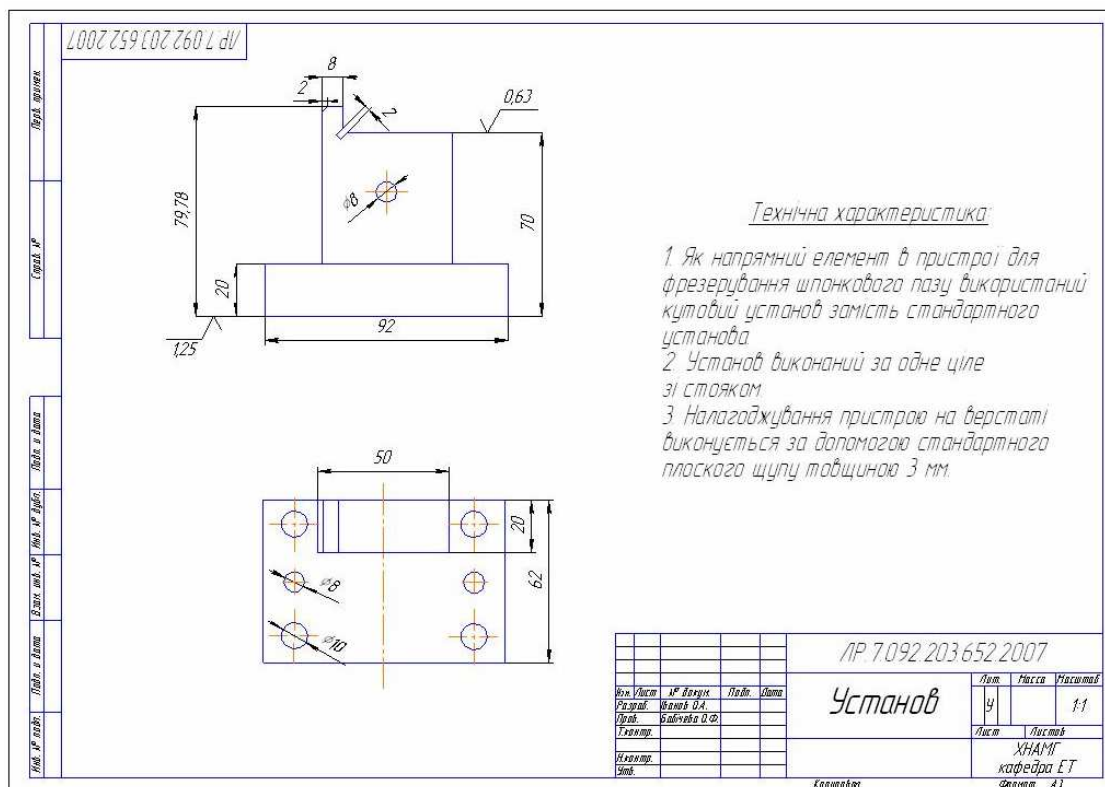

Рис. 37 – Креслення нестандартного виробу - установка
5. *Створення установка пристрою для фрезерування шпонкового пазу на валу за рис. 37.* Заповнити штамп і зберегти файл.